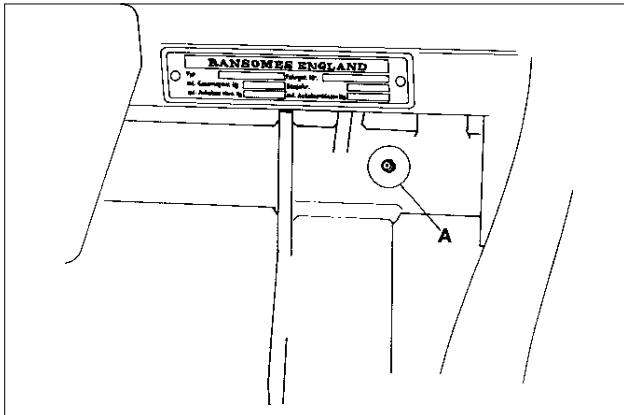

Fig.27
- (1) Lift arm pivots (A Fig.27)
- a. draaiplennen van de hefarmen (A afb. 27);
- (a) Pivots de bras de relevage (A fig. 27)